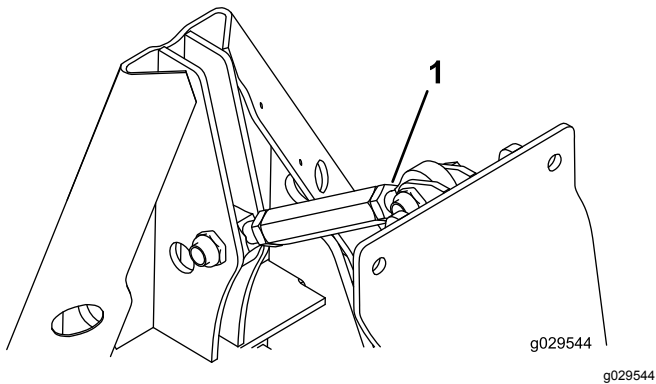

Bild 34
1. Lösen Sie die Klemmmutter am Gewindestift (Bild Bild 34).
2. Drehen Sie das Sechskantrohr ein, bis Sie den gewünschten Winkel erreicht haben (Bild Bild 34).
3. Ziehen Sie die Klemmmutter an, um die Position zu arretieren (Bild 34).